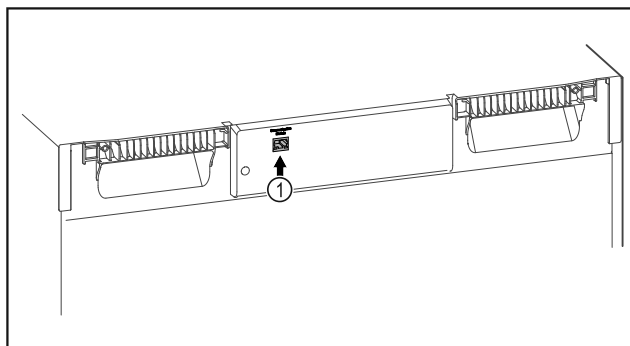

Fig. 78
- Je používán SmartModule Fig. 78 (1).